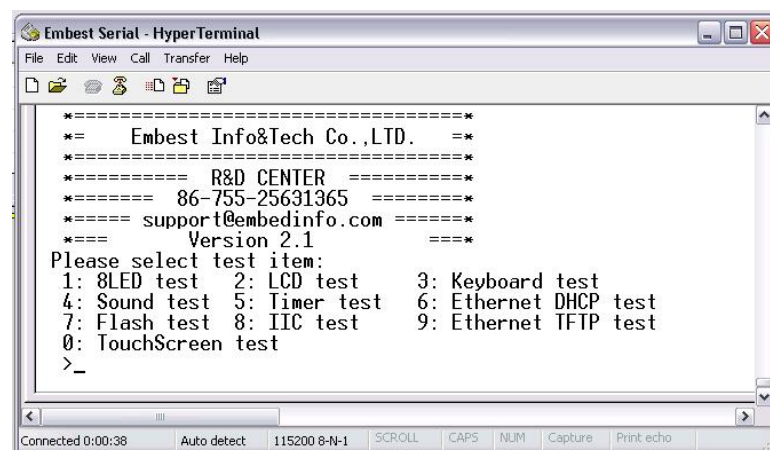

Figura 5.7: Mensaje por defecto de la placa S3CEV40 enviado por el puerto serie UART0.
- e) Encender la placa y comprobar que se muestra el mismo mensaje que en el LCD (ver figura 5.7).